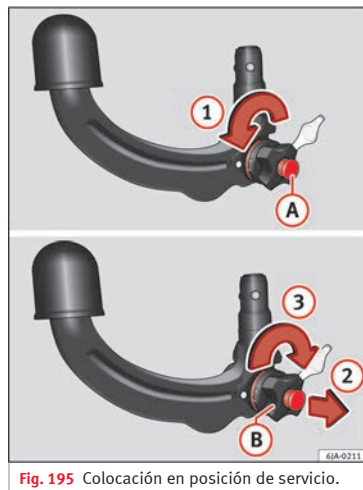

Fig. 195 Colocación en posición de servicio.
- Gire la llave **A** en el sentido de la flecha **①** hasta el tope » fig. 195.